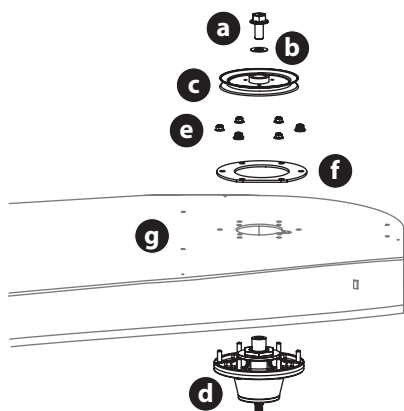
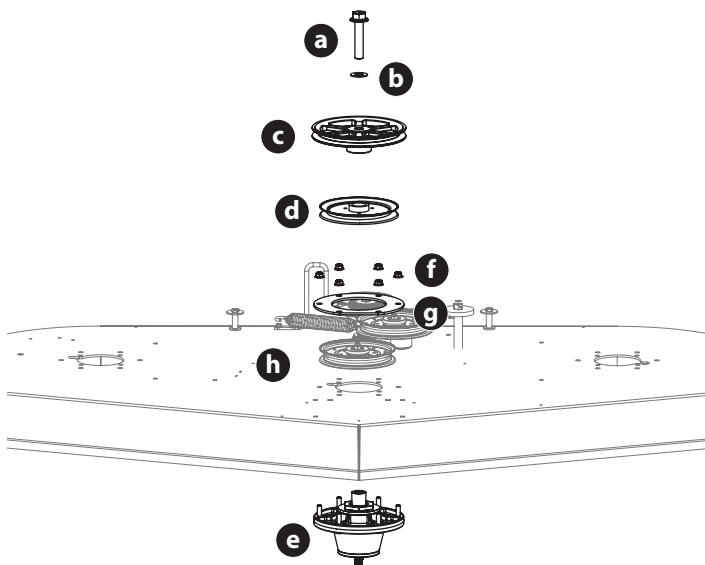

Fig. 47
Fig. 48
- Para desmontar los conjuntos de husillo izquierdo y derecho (Fig. 47 a la página 66):
7. Para desmontar el conjunto del husillo central (Fig. 48):
- Retire las seis (6) contratuercas de brida (f) que fijan el conjunto del husillo central (d) (e) y las placas de soporte (g) a la carcasa de la plataforma (h).
9. Invierta el proceso para instalar el conjunto del husillo. Al instalar el nuevo conjunto de husillo, asegúrese de instalar los elementos de ferretería exactamente como se muestra (Fig. 47 o Fig. 48). Apriete los pernos hexagonales de la brida a 339 N-m (250 ft-lbs) y las tuercas de seguridad con brida a 28-43 N-m (21-32 ft-lbs).